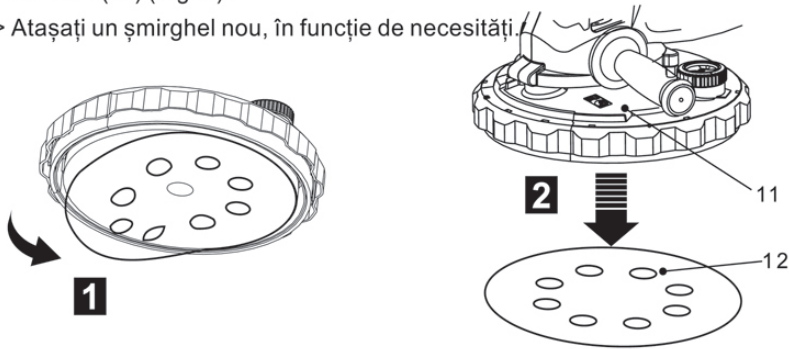

Fig.3
- > Prindeți un colț al șmirghelului (12) și trageți-l pentru a-l îndepărta de pe placa de bază (11) (Fig. 3).